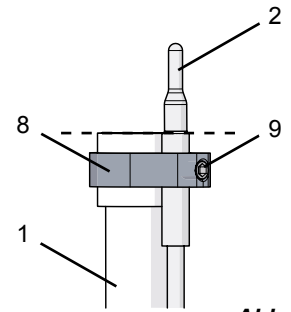

Abb. 2
- ⇒ Fühlerhalterung über Mischrohr und Fühler schieben, so dass sie ca. mittig auf dem oberen Teil des Mischrohrs sitzt (Abb. 2).
- ⇒ Fühler so platzieren, dass die Oberkante der Messinghülse des Fühlers und die Oberkante des Mischrohrs auf gleicher Höhe sind (Abb. 2).